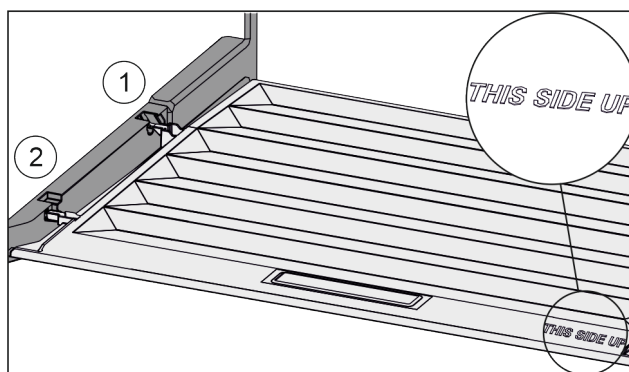

Fig. 27
- Výstupky víka zaveďte do zadních držáků Fig. 27 (1) a vpředu zaklesněte do držáku Fig. 27 (2).